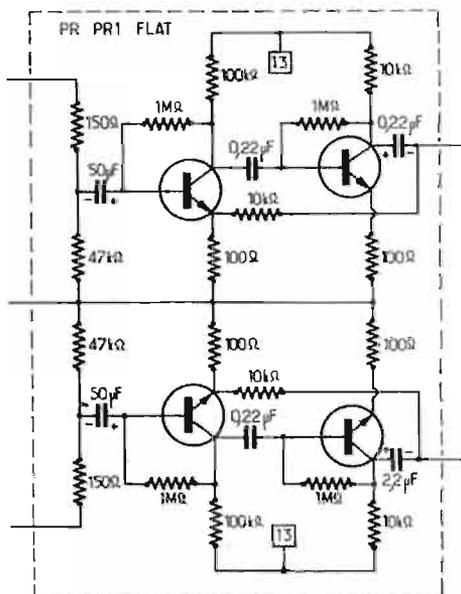

Fig. 2
**Préamplificateur micro** (Fig. 2) : Ce circuit est à deux étages, utilisant des transistors BC149.